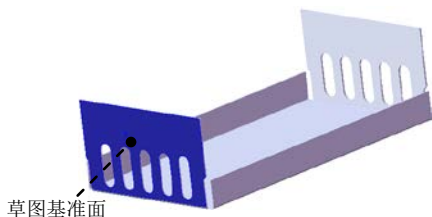

图 11.3.29 草图基准面
(1) 选择命令。选择下拉菜单 **插入(I)** → **切除(C)** → **拉伸(E)...** 命令。
(2) 定义特征的横断面草图。
① 定义草图基准面。选取图 11.3.29 所示的表面作为草图基准面。